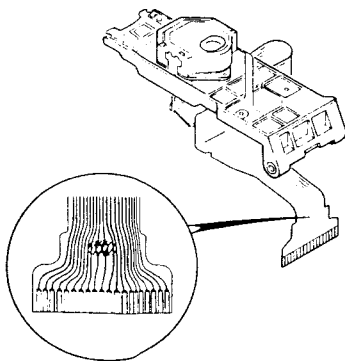

Fig. 4-1
- Before removing the pickup assembly (and the flat cable from MAIN PCB), be sure to solder-bridge where indicated in the inset (Fig.4-1) to prevent the laser diode from being electrostatically damaged.
- ピックアップ ASSY を外すとき (ピックアップのフラットケーブルをメイン PCB から外す場合も含む) は、レーザー・ダイオードの静電破壊防止のため、必ず斜線部分 (Fig.4-1) を半田ブリッジしてから作業をしてください。また、取り付ける場合も、取り付け後に半田ブリッジを外してください。